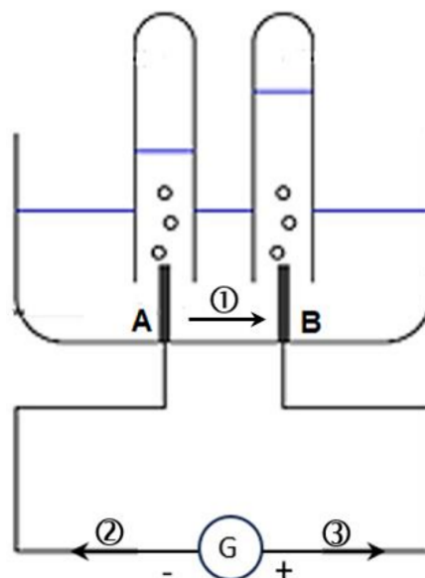

Figure 4 : schéma du montage
- Q.12.** Indiquer, parmi celles numérotées ①, ② ou ③ sur la figure 4, les deux flèches représentant respectivement le sens du courant électrique et celui du déplacement des électrons. Justifier